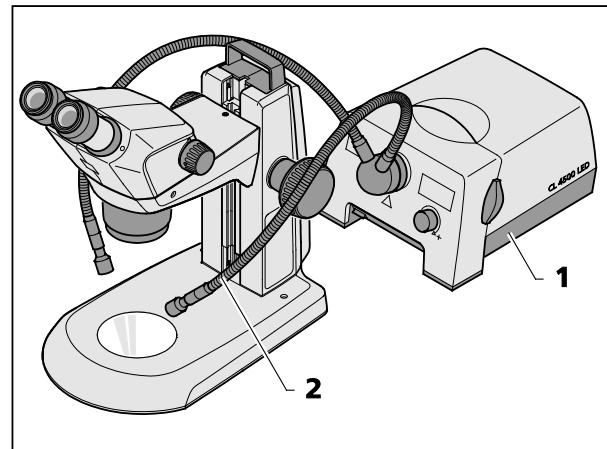

図 15 外部光ファイバーライトの取り付け
- 外部光ファイバーライト(図 15/1)をオンにし、透過光照明を制御し、両方のスワンスリーブ(図 15/2)を曲げて、対象が最適に照らされるようにライトを調節します。